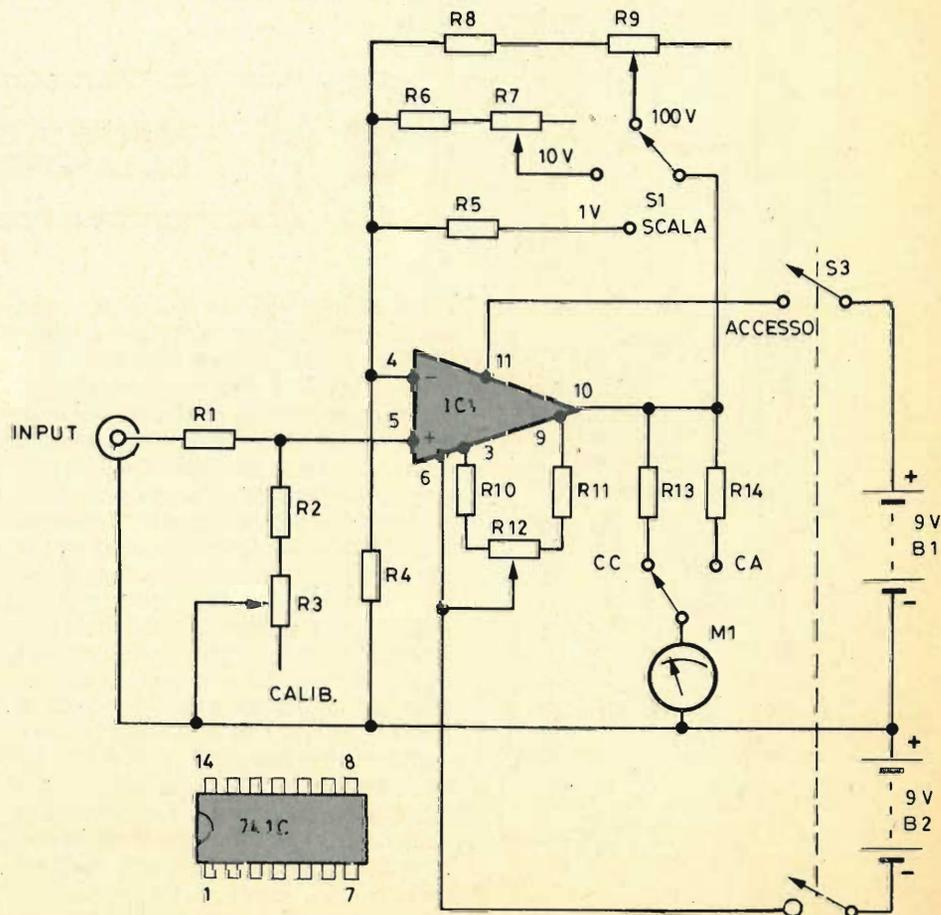
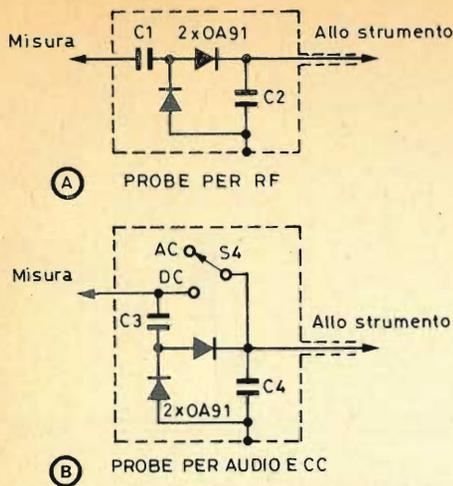

Fig. 1 - Schema elettrico generale.
Fig. 2 - Schema elettrico dei probes.
Osserviamo ora il circuito elettrico generale, fig 1 e quello dei probes fig. 2. Il merito delle interessanti prestazioni, va ascritto principalmente al buon utilizzo di un comune amplificatore operazionale "741", ovunque reperibile a basso prezzo, che tra l'altro consente anche d'impiegare un indicatore da 1 mA (M) assai piú robusto ed assai meno costoso dei modelli da 250  $\mu$ A, oppure 100  $\mu$ A sovente usati nei circuiti analoghi. Sempre grazie all'IC, è possibile mettere in opera una forte controreazione che mantiene stabili le funzioni anche negli utilizzi difficili. La commutazione CC/CA, si ottiene tramite S2 (nell'indicatore) ed S4 (nella sonda "B"). R12 serve per l'azzeramento da farsi prima di ogni misura, ed R3 è un elemento di calibratura, da regolare una volta per tutte. Il lettore si chiederà probabilmente perchè le sonde siano due, e lo spieghiamo subito. Per ottenere una buona risposta alle tensioni alternate ed ai segnali dalla frequenza molto bassa, il condensatore di ingresso doveva essere ampio, come quello da 1  $\mu$ F che si vede nel circuito "B" di figura 2. Tale condensatore sarebbe però stato eccessivo nel funzionamento RF, ed infatti, come si vede